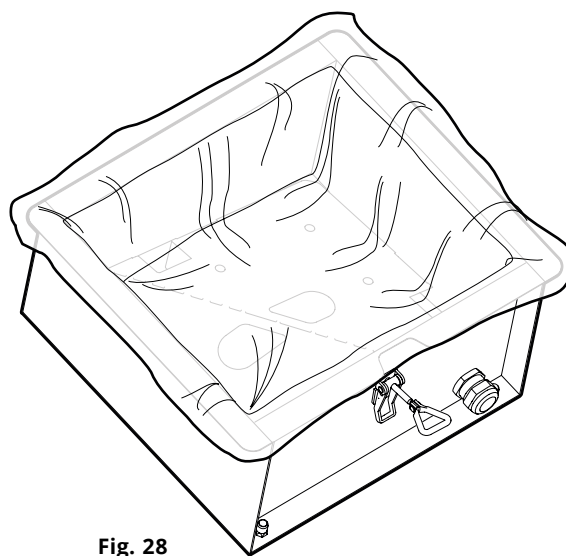

Fig. 28
6. Remplacez un nouveau sac à poussières CMF PSW3 en position correcte dans le récepteur (Fig. 28).